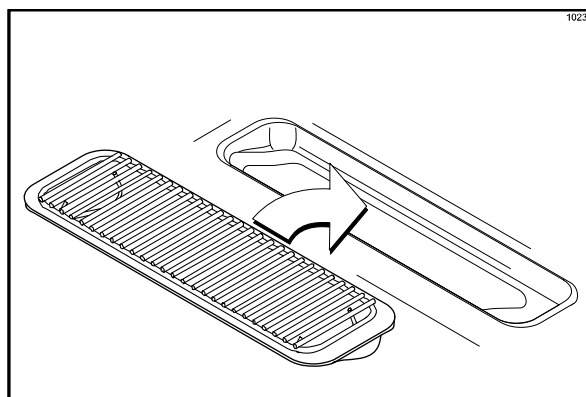

Рисунок 142
14. Установите передний сточный желоб и брызгозащитный экран под раздаточными отверстиями двери. (См. рис. 142)